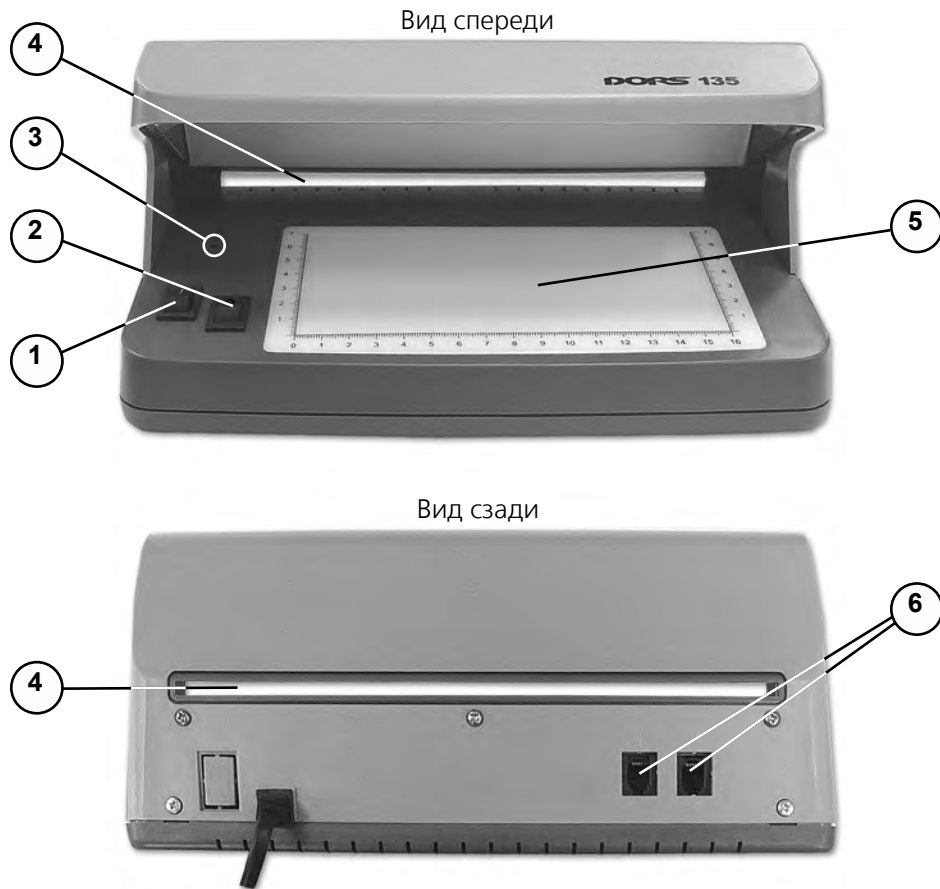
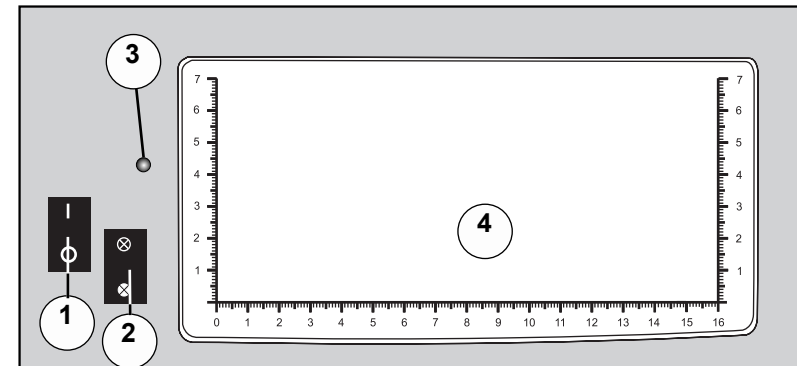

Рис. 1
Рис. 2.
1. Подключите детектор к сети (220 В, 50 Гц). При этом начнёт светиться индикатор подключения к электрической сети (рис. 1, поз. 3). Включите детектор нажатием клавиши выключателя «Сеть» на передней панели (рис. 1, поз. 1) – просмотрная зона (рис. 2, поз. 4) осветится синим или белым светом, в зависимости от положения переключателя "УФ/белый свет":
3. С помощью переключателя "УФ/белый свет" на передней панели детектора (рис. 2, поз. 2) выберите необходимый режим работы: